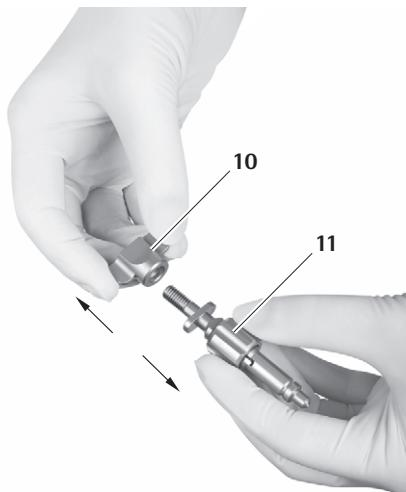

Fig. 17
- Desapertar a porca de orelhas 10 do adaptador de braço de suporte 11, ver Fig. 17.